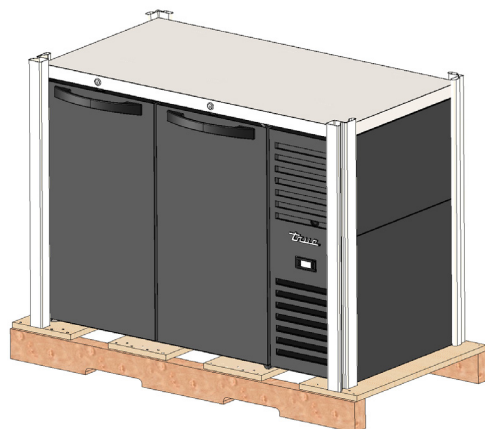

Рис. 1. Удаление внешней упаковки.
1. Удалите внешнюю упаковку (картон и воздушно-пузырьковую пленку или уголки из пенопласта, а также прозрачный пластик). См. рис. 1. Убедитесь в отсутствии скрытых повреждений. Незамедлительно направьте грузоперевозчику претензию в случае наличия повреждений.